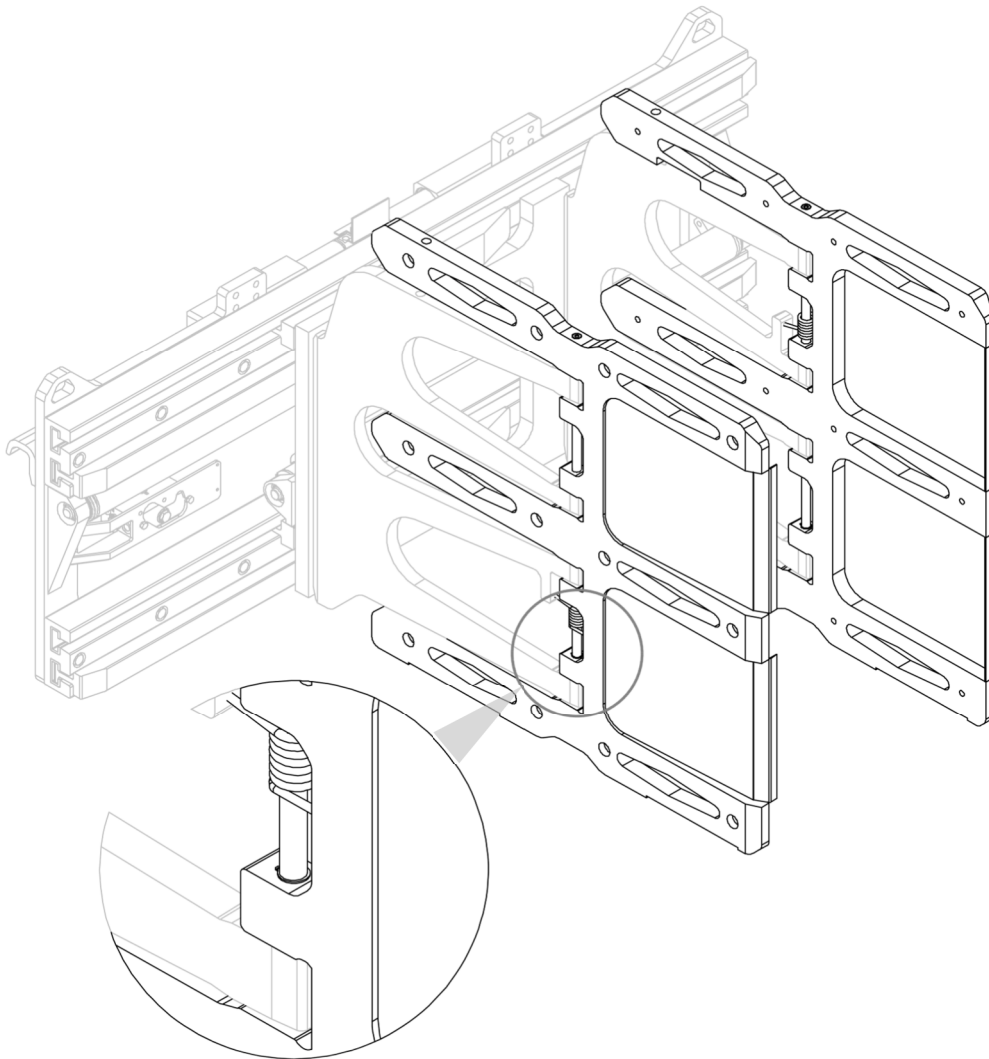
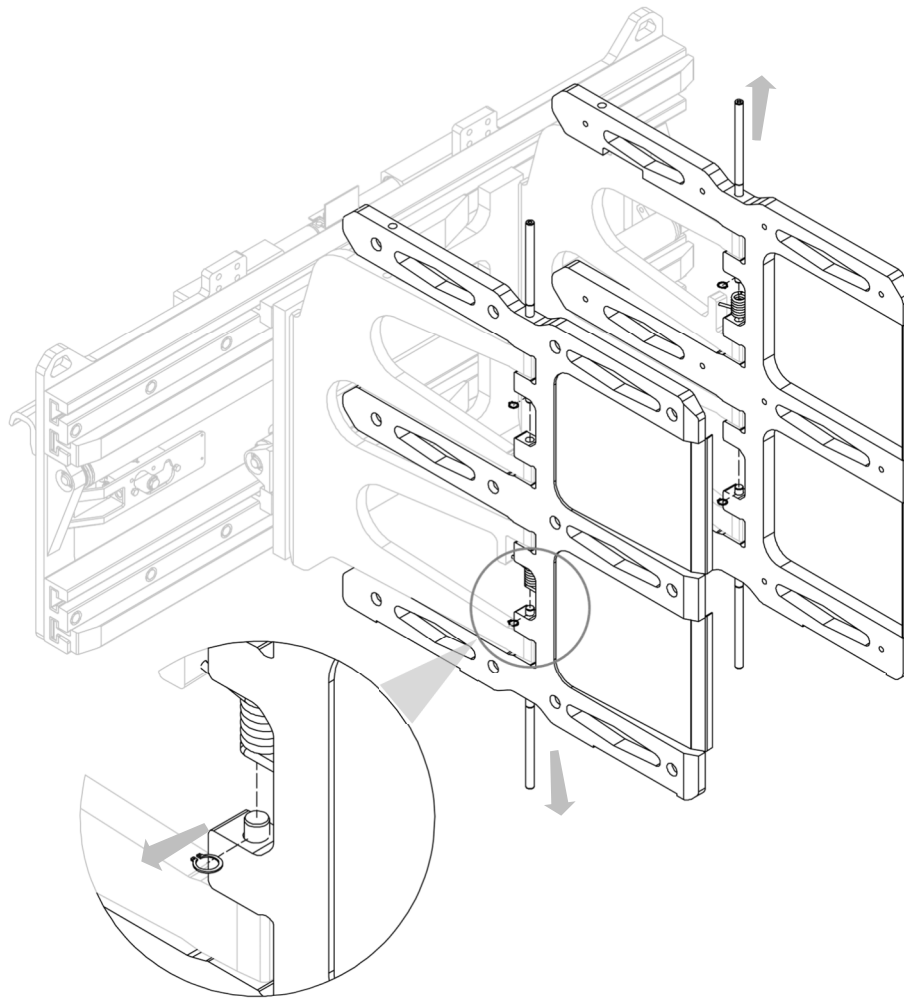

Figura 82
Figura 83
4. Tomar como referencia la *Figura 82* y la *Figura 83*.